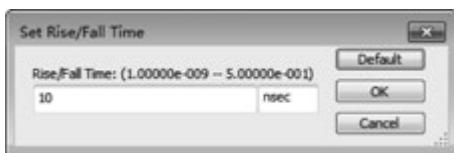

图 1.1.8 信号上升/下降时间设置对话框
- (1) 波形 (Waveforms): 单击选择正弦波、三角波、方波。
- (2) 信号选项 (Signal options)。
(3) 设置上升/下降时间(Set Rise/Fall Time): 仅用于选择方波时,设置产生信号的上升和下降时间。单击后弹出如图 1.1.8 所示对话框。可在左边直接输入数字,单位可选  $\text{nsec}$ 、 $\mu\text{sec}$ 、 $\text{msec}$ 。默认值(Default)为  $10\text{nsec}$ 。